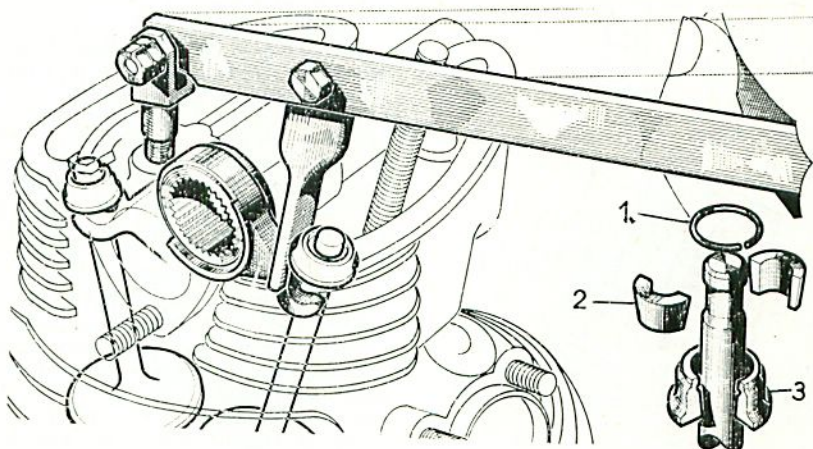

Figure 60.
Poser le cylindre sur le mandrin Wilmonda DAM et visser à l'emplacement de la vis de chape de graissage, l'embout de l'appareil Wilmonda DAZ (fig. 60). Avec une pointe à tracer, retirer sur l'une ou l'autre queue de soupape le segment d'arrêt (1) de la coupelle (3, fig. 60).